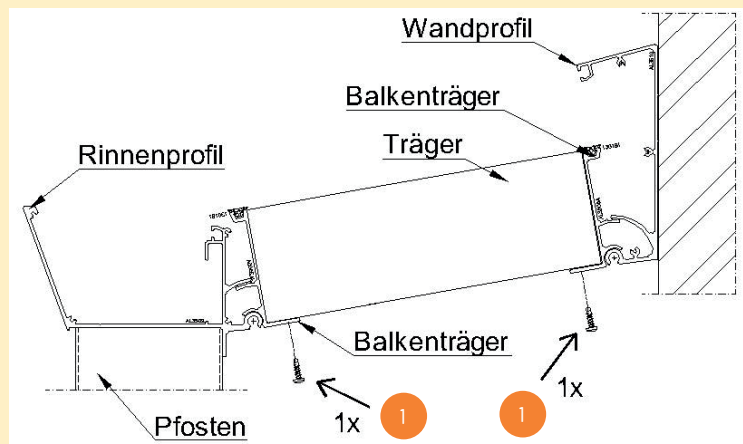

Abb. 18
- 3.11 Legen Sie jetzt einen Träger (ρ) an einer Außenseite in den oberen und unteren Balkenträger (n). Bohren Sie von unten ein Loch durch den Balkenträger (n) und Träger vor (ρ) (4 mm Bohrer). Schrauben Sie anschließend eine Torxschraube (1) unten durch den Balkenträger (n) und Träger (ρ) an beiden Seiten. Siehe Abb.: 18 Achtung: Der Träger (ρ) endet am Balkenträger (n), nicht fest gegen die Endkappen drücken.
- 4.3 Schrauben Sie die Träger (ρ) an der Rinnen- und Mauerseite am Balkenträger mit einer Torxschraube (l) fest (Bitte vorbohren mit 4 mm Bohrer). Abb.: 18